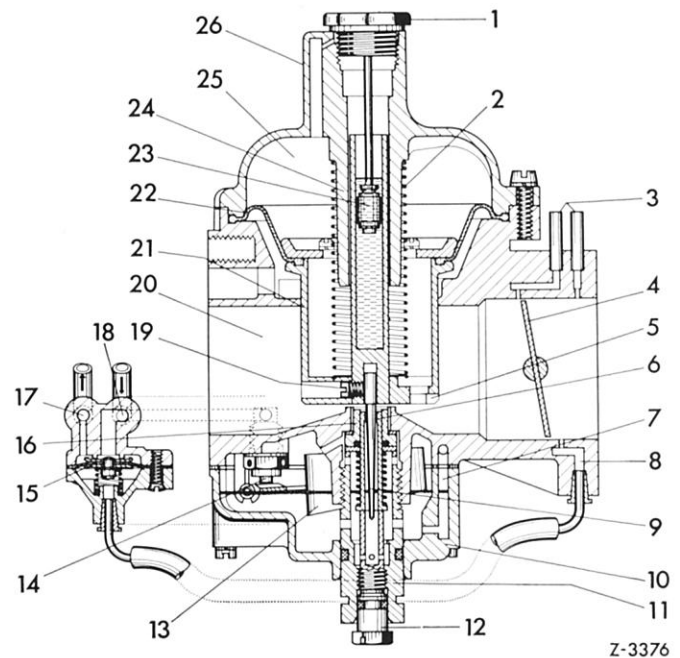

Bild 07-1/3
Im Winterbetrieb wird der Vergaser durch die eingeschaltete Wagenheizung im Bereich der Nadeldüse mit Kühlwasser beheizt (37) (Bild 07-1/4).